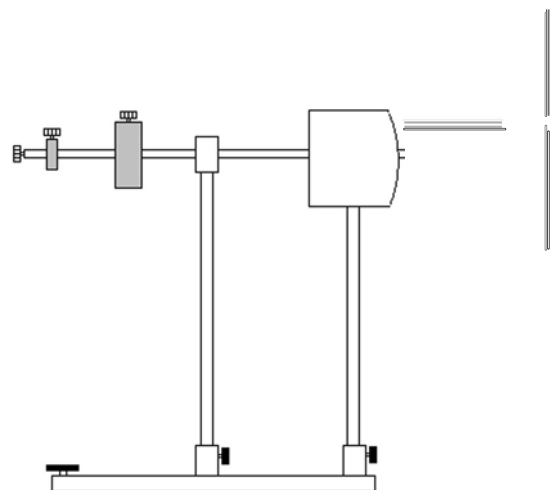

Fig.1: Determinazione del momento d'inerzia del disco circolare
- Montare il giroscopio come indicato nella Fig. 1 e metterlo in equilibrio.